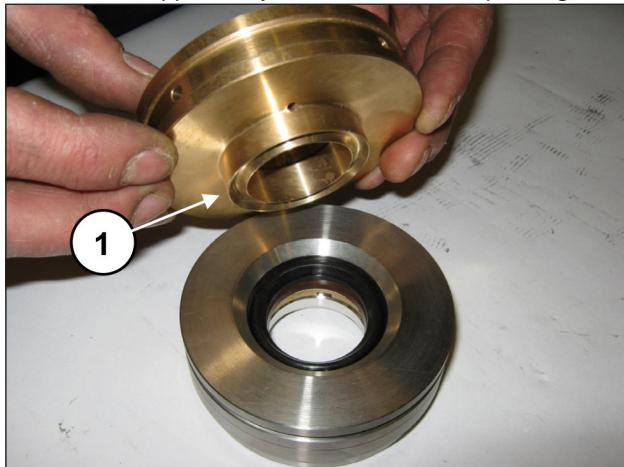

Fig. 181
Assembler le support des joints et la chemise (rep. ①, Fig. 181).